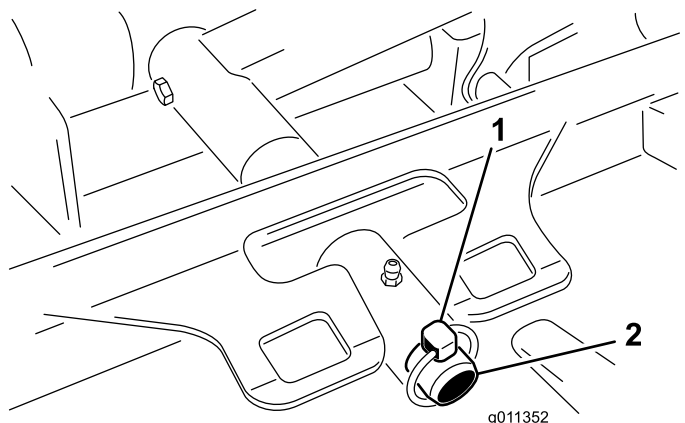

Figura 68
3. Retire o pino de sujeição ou porca de bloqueio que fixa a estrutura de suporte da plataforma ao pino de articulação do braço de elevação (Figura 68).
3. Deslize a estrutura de suporte da plataforma até que esta fique sobre o pino da articulação do braço de elevação. Prenda com o pino de sujeição ou porca de bloqueio (Figura 68).